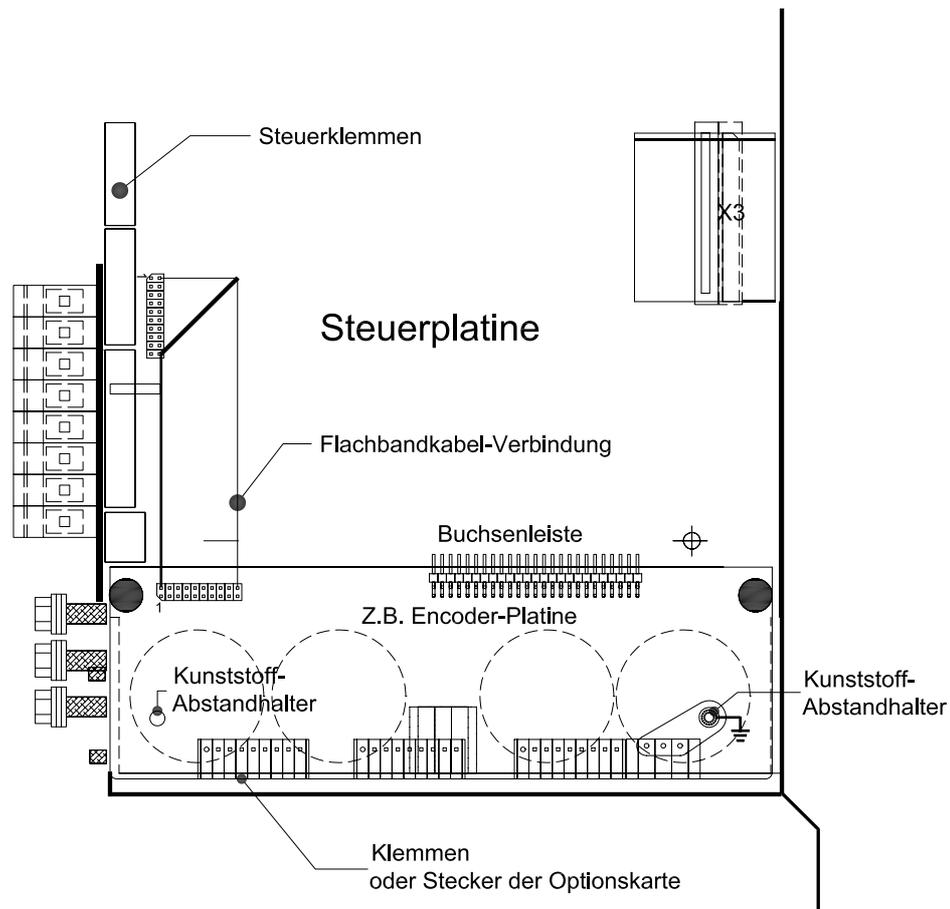

Abbildung 6.2
8. Stellen Sie mit dem mitgelieferten Flachbandkabel eine zusätzliche Verbindung zwischen den Stiftleisten der Steuerplatine und der Optionskarte her (siehe „Flachbandkabel-Verbindung“ in der Abbildung 6.2). Die farbig markierte Seite des Flachbandkabels wird jeweils auf den mit „1“ bezeichneten PIN gesteckt.